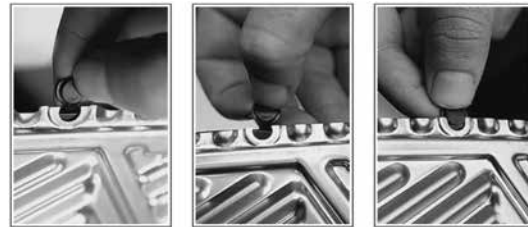

Abb. 7
- Befestigen Sie die Dichtung auf der Platte (Abb. 6), achten Sie darauf, dass die Leckanzeiger „A“ nach oben weisen und dass die Plug-Ins® korrekt in ihren Aussparungen sitzen (Abb.7). Kontrollieren Sie, ob die Dichtung korrekt in der Nut liegt und wenden Sie die Platte, um zu prüfen, ob alle Plug-Ins® richtig sitzen.